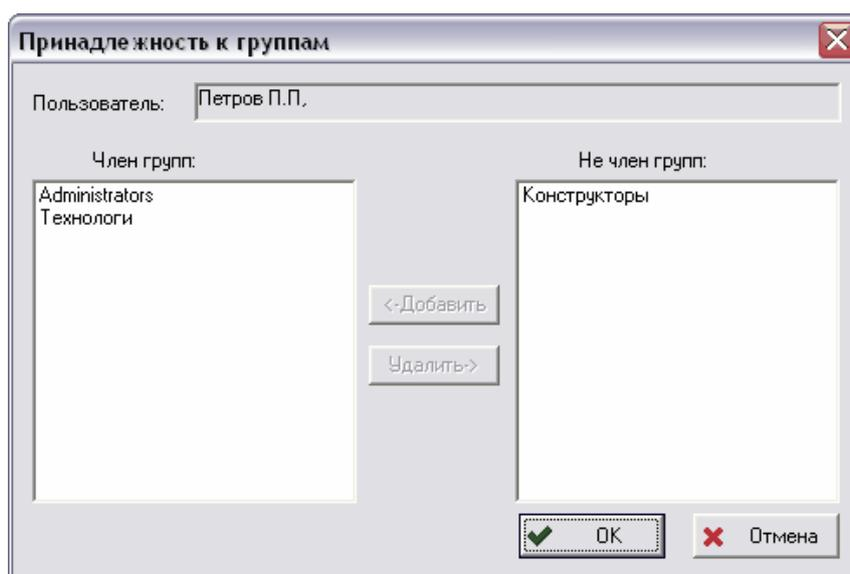

Рис. 20 Принадлежность к группам
7. Установите принадлежность к группам пользователей. Для этого в диалоговом окне **Новый пользователь** нажмите на кнопку  **Группы** (Рис. 18). В появившемся диалоговом окне переместите группы, в которые Вы хотите включить пользователя, в окно **Член групп**, а группы, в которые пользователь не входит, в окно **Не член групп**, используя кнопки  **<Добавить** и  **Удалить>** (Рис. 20).